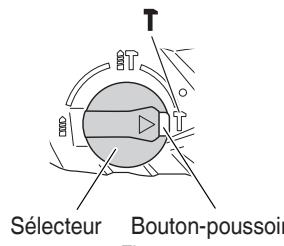

Fig. 12
Le foret de cette perceuse peut être mis en mode de percussion uniquement en appuyant sur le bouton pressoir et en tournant le sélecteur sur le repère **T**. (Fig. 12)
- (3) Tourner le sélecteur sur le repère T. (Fig. 12)